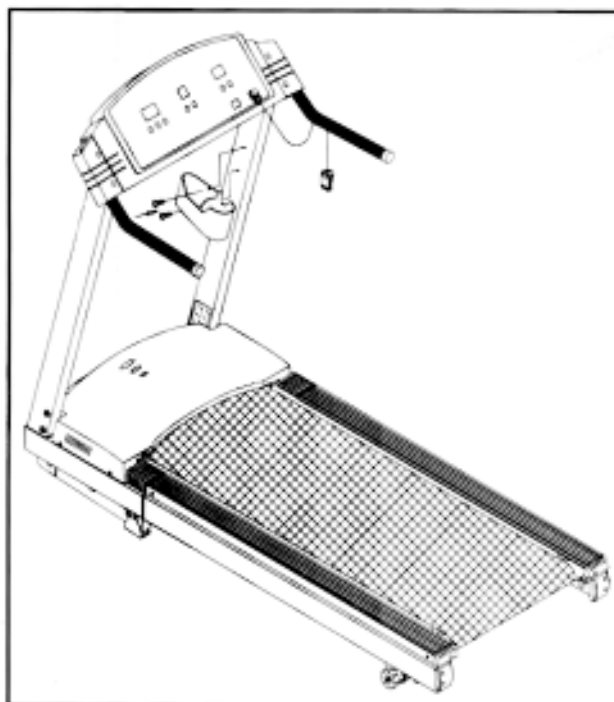

Fig.8
10. Plaats de bidon/walkman speler houder aan de rechter stang door middel van de meegeleverde schroeven (zie Fig. 8).